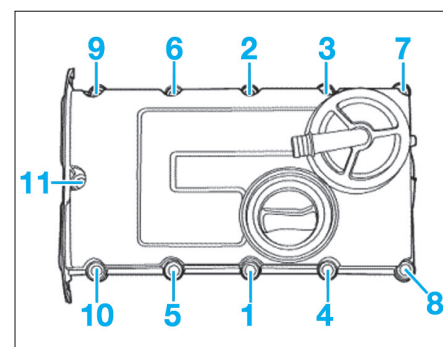

Fig. 51
• Reposer le couvre-culasse avec un joint neuf en serrant progressivement et en plusieurs passes les vis dans l'ordre indiqué (Fig.51).